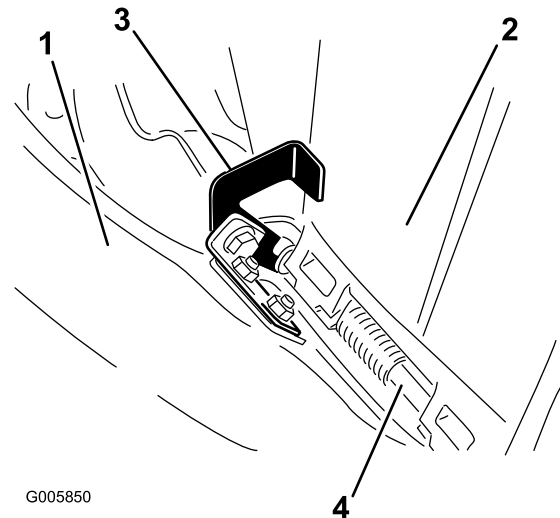

Figure 23
- En haut de la goulotte, accrochez le loquet en crochet à la tige de pivot du déflecteur, comme montré à la (Figure 23).